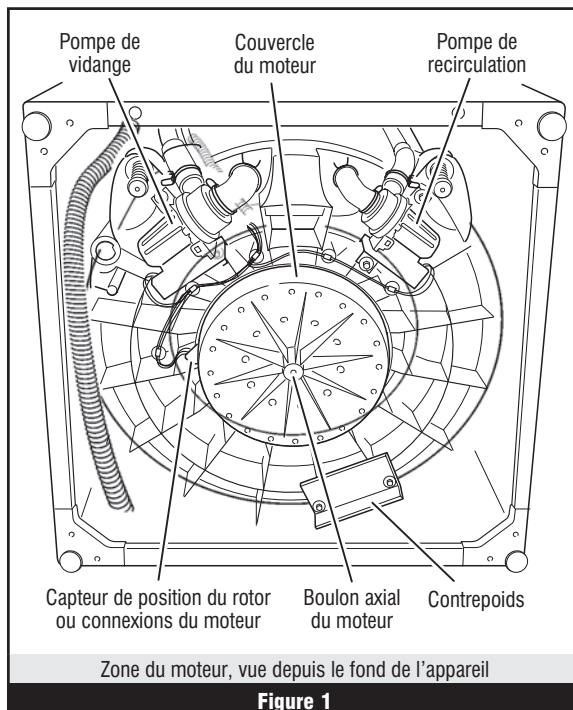
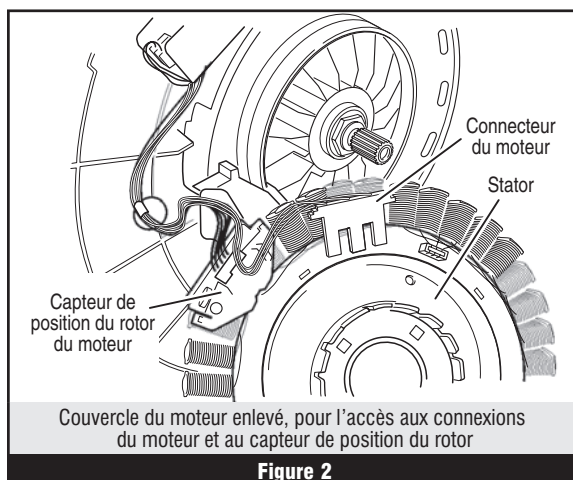

Figure 1
Figure 2
- 7.** Incliner la machine vers l'avant pour accéder au fond de la machine et à la zone du moteur. Voir figure 1. Enlever le boulon axial du moteur, puis le couvercle du moteur, pour accéder aux connexions. Voir figure 2.
- 9.** Avec un ohmmètre, vérifier la continuité entre toutes les broches du connecteur P10 du module de commande machine/moteur et le connecteur du capteur de position du moteur. Voir figures 2 et 4, pages 12 et 16.